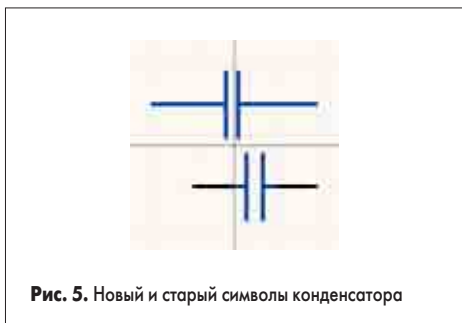

Рис. 5. Новый и старый символы конденсатора
3. Войдем в режим рисования, настроим параметры линии и рядом со старым символом нарисуем новый (рис. 5).